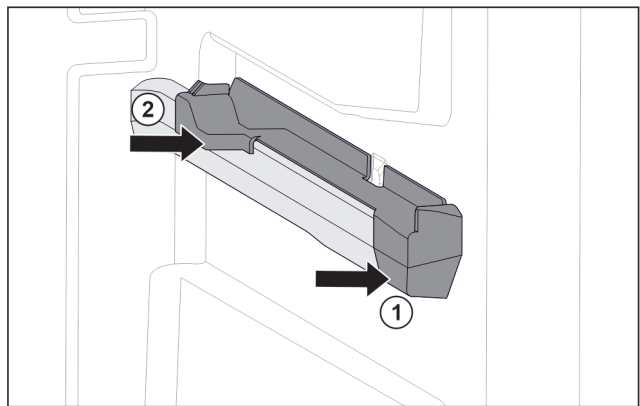

Fig. 51 Вставна частина на правому ребрі для резервуару
- ▶ Одягти вставну частину вперед на ребро резервуару. Fig. 51 (1)
- ▶ Притиснути вставну частину позаду. Fig. 51 (2)